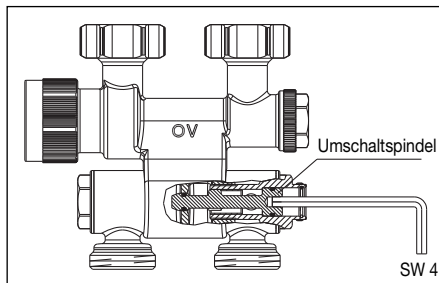

Abb. 5 Umschalten auf Einrohrbetrieb
3. Umschaltspindel (SW 4) aus der geschlossenen Stellung durch Linksdrehen (s. Abb. 5) auf den erforderlichen Heizkörperanteil gemäß Diagramm für Einrohrbetrieb einstellen (Absperrspindel in Offenstellung).